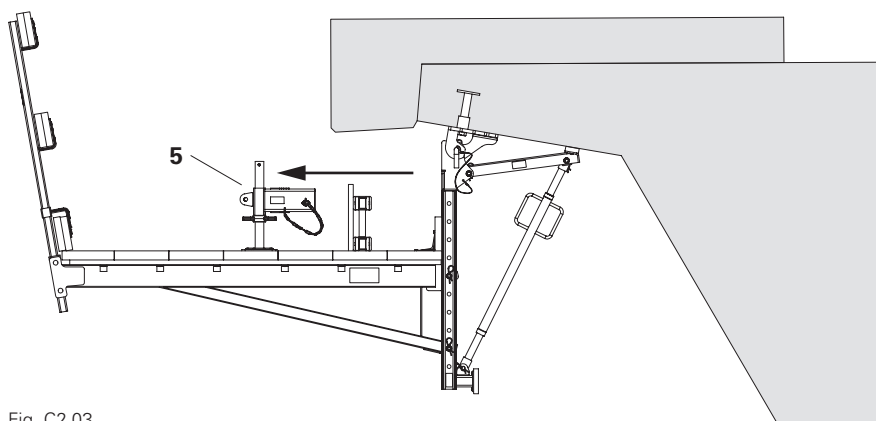

Fig. C2.03
1. Togliere il montante cassaforma VGK 70 (7) e il braccio regolabile AV 82 (2a).
3. Togliere la trave per cassaforma VGK 100 (6).
4. Togliere l'attacco cassaforma-2 VGK (5) e il fermagetto interno. (Fig. C2.03)